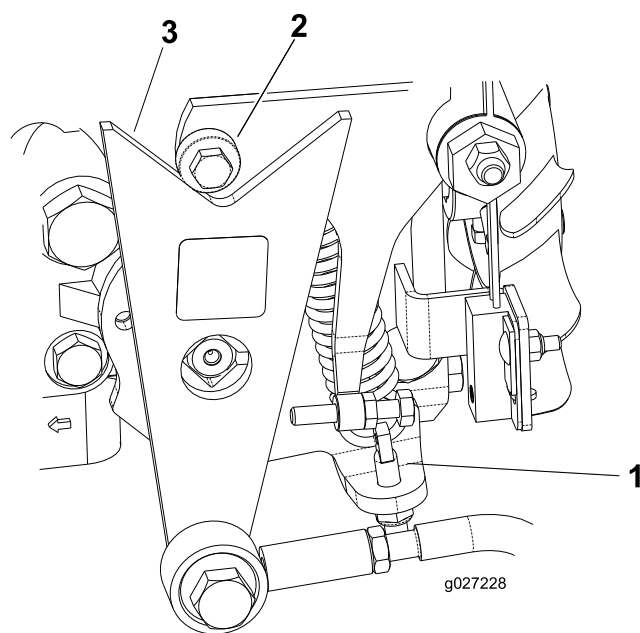

图 43
- 如果车轮的旋转方向正确请停止发动机并调节弹簧调节销锁紧螺母 图 43。调节驱动空档位置请参阅 将牵引驱动装置调至空档 (页码 25)。